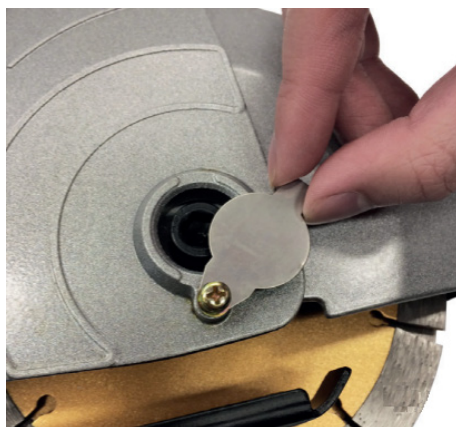

Fig. 8
- Faites glisser le volet sur le côté, fig.8.